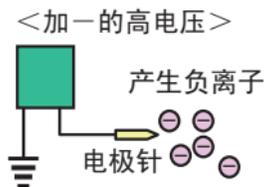

图3
2. 用电晕放电，使放电针周围的空气电气分解，产生离子。此时附加+的电压产生正的离子(图2)，附加-的电压产生负的离子(图3)。